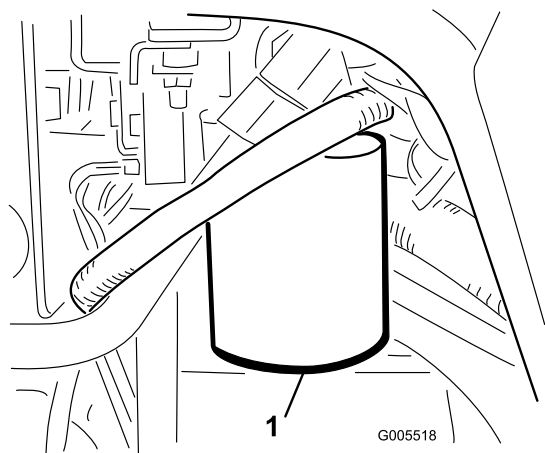

図 60
1. フィルタ容器の周辺をウェスできれいにぬぐう（図 60）。フィルタの下に廃油受けを置いてフィルタを外す。